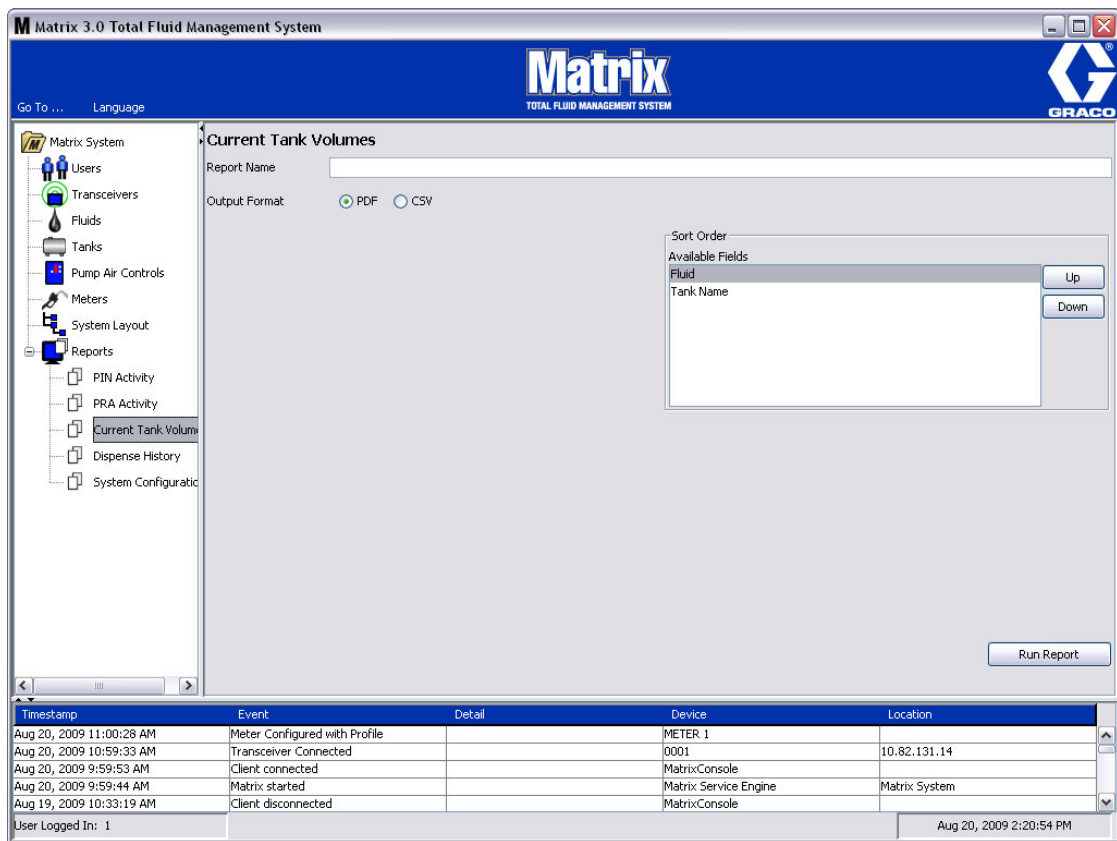

FIG. 105
- Volúmenes actuales de los tanques (FIG. 105)